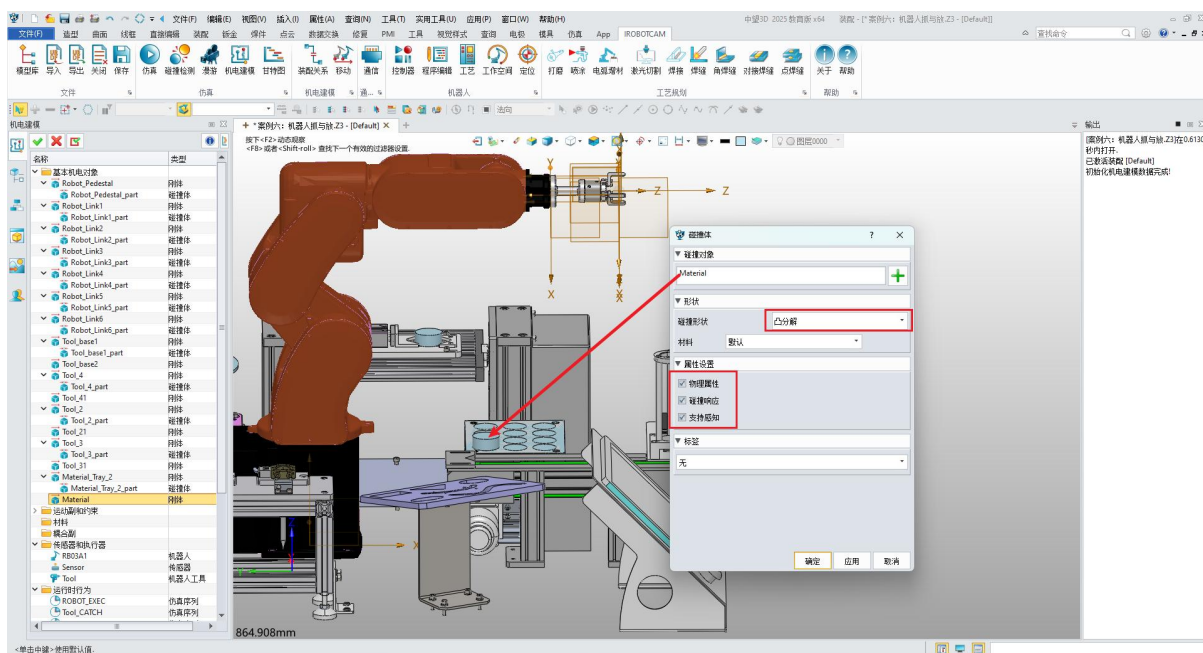

图 10-19: 添加物料碰撞体
- 给物料“Material”添加碰撞体：（图 10-19）